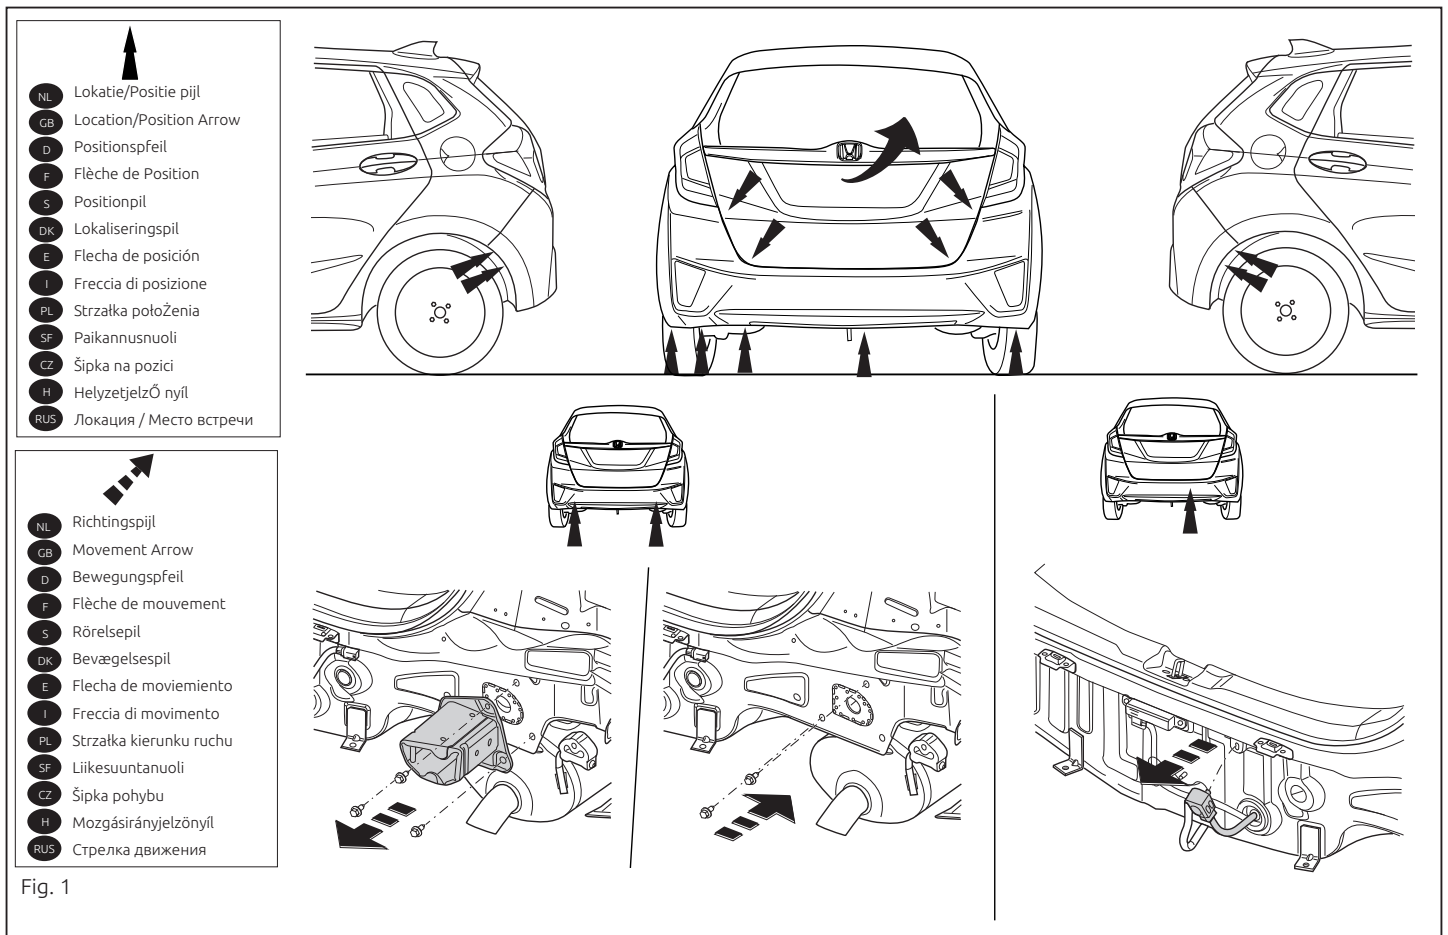

Fig. 1
1. Démontez le pare-chocs. Voir la figure 1.
2. Démontez les pièces indiquées sur la figure 1.
3. Attention, si présent : Démontez le capteur. Voir la figure 1.